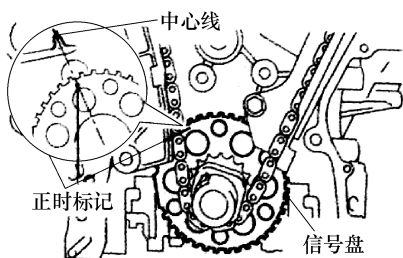

图 1-127 正时标记设置
- ① 暂时紧固带轮固定螺栓。
- ② 将曲轴转角传感器信号盘上的正时标记的位置设置为右侧缸体孔径中心(压缩行程上止点位置), 见图 1-127。